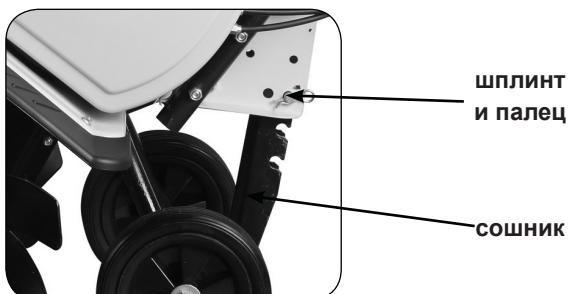

РИС.6
Установите сошник, как показано на Рис.6 используя для этого шплинт и палец.
**Установка сошника (рис. 6)**